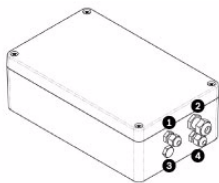

Bild 4.7 MIC Netzteilgehäuse mit gekennzeichneten Kabelverschraubungen
17. Führen Sie das nicht verbundene Ende des abgeschirmten FBAS-Kabels oben rechts durch die M16-Kabelverschraubung (Element 2, *Bild 4.7*).
22. Nehmen Sie die erforderlichen Videoanschlüsse vor. Schieben Sie das Koaxialkabel Ihrer Wahl durch die linke M12-Kabelverschraubung (Element 1, *Bild 4.7*). In der Tabelle unten sind die empfohlenen Kabeltypen, die maximale Entfernung und andere Spezifikationen für die koaxiale Videoverbindung zwischen dem MIC Netzteil und dem Datenstation-Kontrollsystem aufgeführt.
25. *Nur bei Dual-Videoausgang:* Entfernen Sie ggf. den Blindstecker, mit dem die Öffnung für die M12-Kabelverschraubung unten links abgedeckt ist (Element 3, *Bild 4.7*). Führen Sie ein zweites Videoausgangskabel durch die Kabelverschraubung, und verbinden Sie anschließend das umgeschaltete Videoausgangskabel mit der BNC-Buchse CN3. Dieses zweite Kabel ermöglicht die Videosteuerung über die optische und über die Thermokamera. Benutzer können zwischen den beiden Kameras umschalten.
26. Führen Sie das Telemetrikabel durch die M12-Kabelverschraubung unten rechts (Element 4, *Bild 4.7*).
28. Bei einer Verbindung mit zusätzlichen Erweiterungskarten (z. B. einer Alarmskarte mit acht Eingängen (MIC-516ALM) oder mit acht Eingängen plus Antrieb für Waschanlagenpumpe (MIC-ALM) bzw. einer Biphase-Karte (MIC-BP4)) müssen Sie den zweiten Blindstecker entfernen, der eine der Öffnungen für eine M12-Kabelverschraubung abdeckt (Element 3, *Bild 4.7*). Bringen Sie die mitgelieferte M12-Kabelverschraubung an. Nehmen Sie die erforderlichen Anschlüsse für Klemmleiste CN2 vor.